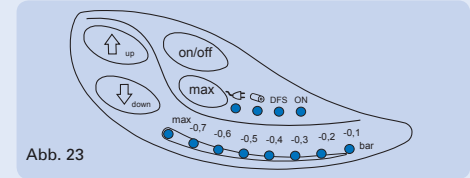

Abb. 23
b) digitale Sekreterauger M20D und M30D (siehe Abb. 23)